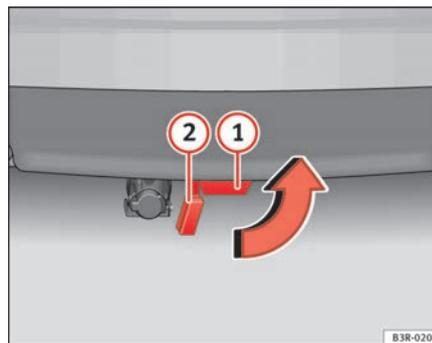

Fig. 165 Parachoques trasero: colocar el tapón
- Extraiga la rótula del tubo de enclavamiento tirando de ella hacia abajo **1** ⇒ página 212, fig. 165. Al hacerlo, la chapaleta de cierre que hay en el tubo de enclavamiento **2** lo cerrará automáticamente.